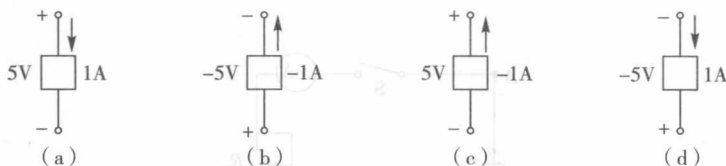

图 1-14 习题 2 图
2. 图 1-14 中, 各元件所标的是电流、电压参考方向。求各元件功率, 并判断它是耗能元件还是电源。